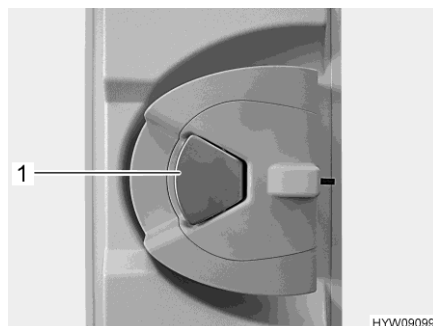

Fig. 34 Serratura della porta (porta di ingresso, lato interno)
- Quando la serratura della porta è bloccata: Tirare una volta la maniglia della porta (Fig. 34,1). La porta è sbloccata.
- Tirare la maniglia della porta (Fig. 34,1). La porta è aperta.
- Premere la maniglia della porta (Fig. 34,1).